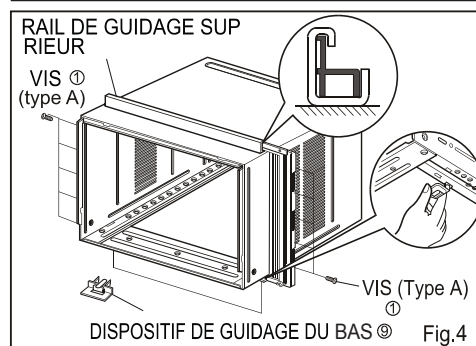

Fig.4
4. Insérer les guides du bas dans la base du coffrage, la partie frontale du cadre devant être face à la partie frontale de celui-ci (Fig 4)
5. Insérez les volets d'étanchéité dans le rail de guidage supérieur et dans les dispositifs de guidage du cadre. (Fig 4)
6. Fixez les volets d'étanchéité à l'appareil à l'aide de quatre vis de type A (Fig 4)